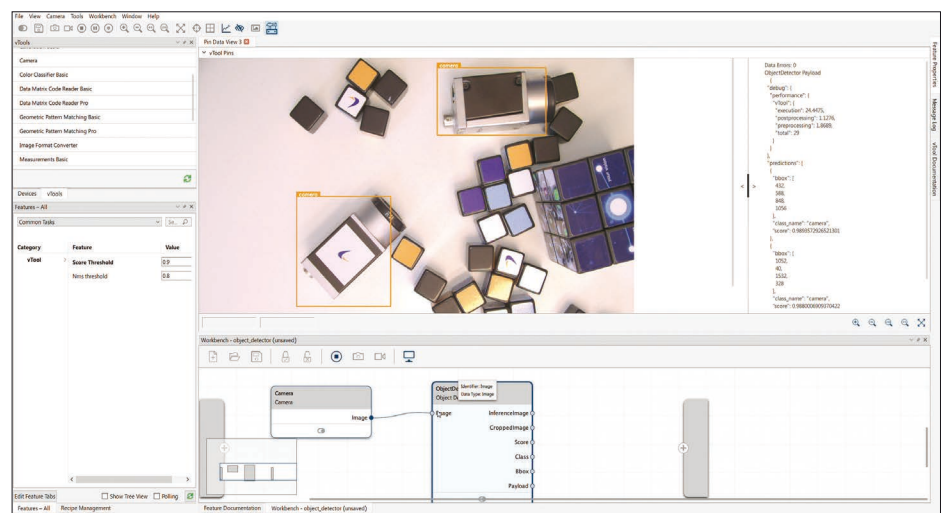

Bild 1: Einfache Bildanalyse-Erstellung per Drag-and-Drop im pylon Viewer
- **Einfache Bildanalyse-Erstellung** (Bild 1)